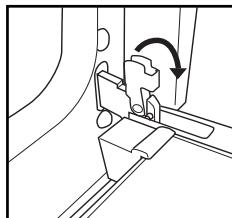

Fig. 1
2. Levante las sujeteciones y empújelas al máximo hacia delante (Fig. 1).